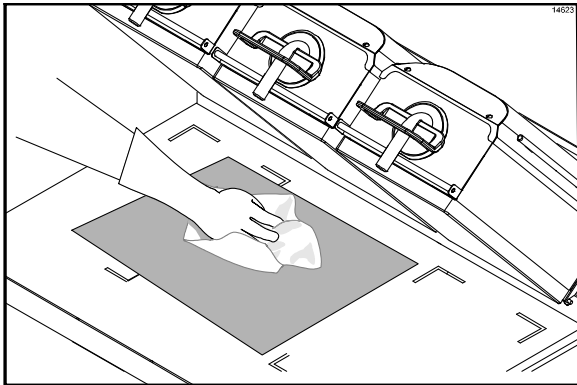

Abbildung 67
39. Die oberen und unteren Trennfolienblätter einzeln nacheinander auf die untere Grillfläche legen. Beide Seiten jeder Trennfolie mit einem sauberen, mit Desinfektionsmittel getränkten Grilltuch abwischen. (Siehe Abbildung 67.)